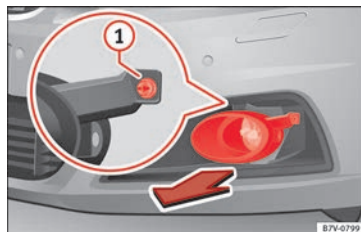

Fig. 109 En la parte derecha del parachoques delantero: desmontaje de los faros.
1. Tire de la cubierta hacia delante, en el sentido de la flecha » **fig. 109**.
2. Desensrosque el tornillo de fijación » **fig. 109 ①** con el destornillador de las herramientas de a bordo » **pág. 86**.
10. Apriete el tornillo de fijación » **fig. 109 ①** con el destornillador.
11. Coloque la cubierta en el parachoques » **fig. 109**.